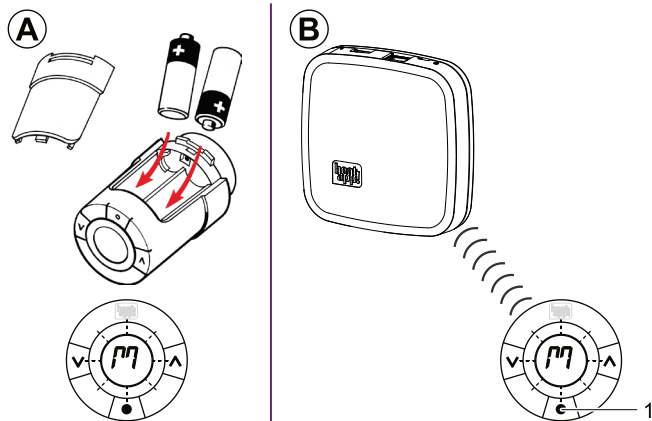

Abb. 10: heatapp! drive anmelden
1. Packen Sie einen **heatapp! drive** aus und legen Sie die AA-Batterien in das Batteriefach ein (Abb. 10, ). Achten Sie dabei auf die richtige Polarität!
3. Das Display am **heatapp! drive** zeigt ein blinkendes "M". Drücken Sie nun mehrfach kurz die Lerntaste (Abb. 10, , Pos. 1) in der Mitte unterhalb des Displays. Erkennt das **heatapp! gateway** den **heatapp! drive**, werden Sie aufgefordert, diesem Stellantrieb einen Raum zuzuweisen, der bei der Einrichtung der **heatapp! base** angelegt wurde und dem Stellantrieb einen Namen zu vergeben (z.B. „*Heizkörper Fensterseite*“).
- Drücken Sie die Lerntaste (Abb. 10, , Pos. 1) für 3 Sek. bis das Display erlischt und der **heatapp! drive** sich hörbar am Ventil fixiert.